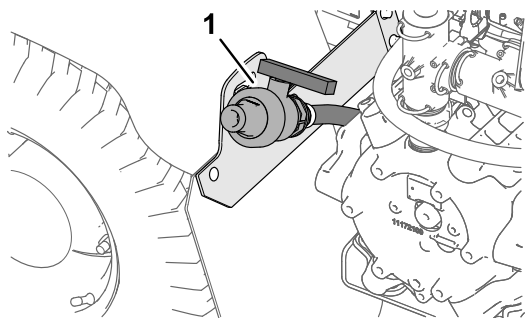

Рисунок 44
2. Найдите сливной клапан бака на левом заднем крыле машины (**Рисунок 44**).